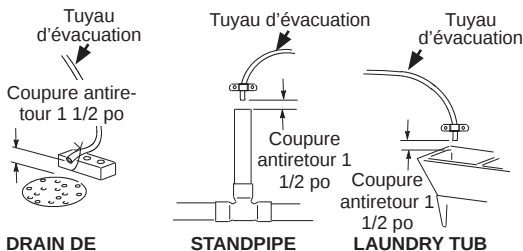

Figure 1
Un drain est nécessaire pour évacuer l'eau de régénération (voir la Figure 1). Un drain de plancher à proximité de l'adoucisseur d'eau est préférable. Une cuve de lessivage, une colonne de pression, etc. constituent d'autres options. Fixez le tuyau d'évacuation en place. Laissez une coupure antiretour de 1 1/2 po entre l'extrémité du tuyau et le drain. Cette coupure est nécessaire pour prévenir le retour de l'eau d'égout dans l'adoucisseur d'eau. Ne placez pas l'extrémité du tuyau d'évacuation dans le drain.
2. Acheminez le tuyau flexible ou le tuyau en cuivre jusqu'au drain de plancher ou un autre point d'évacuation. Fixez le tuyau d'évacuation flexible. Cela préviendra les « coups de fouet » lors de la régénération. Voyez la section Exigences pour la coupure antiretour (Figure 1).